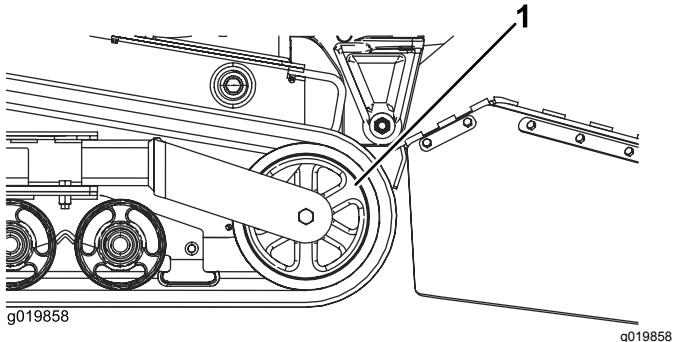

図 49
5. テンショニングホイールを機体後方に向けて押しで一杯まで移動させる図49。
7. テンショニングホイールから外れたら、機体から取り出す図49。